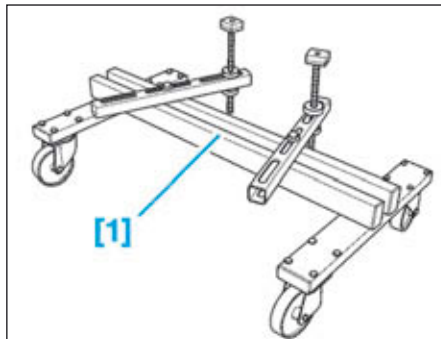

FIG.1
- [1]. Support pour la dépose-repose du groupe motopropulseur (Fig.1).